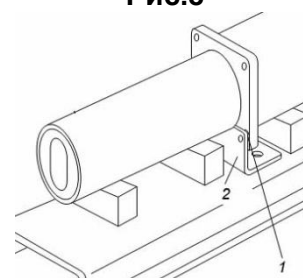

Рис.9
8. Снять вторую опорную стойку 2 и шайбы 1 (рис.9).